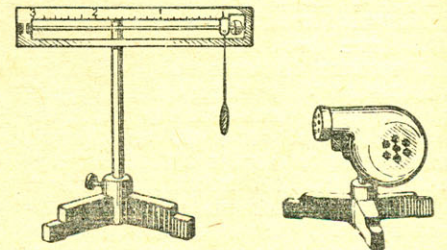

Рис. 2. Установка для опытов по аэродинамике.
**Зависимость аэродинамического сопротивления от скорости воздушного потока, формы и сечения тела определяется, если к весам добавить универсальный электродвигатель с соответствующей насадкой. Ее закрепляют на электродвигателе в горизонтальном направлении (рис. 2).**